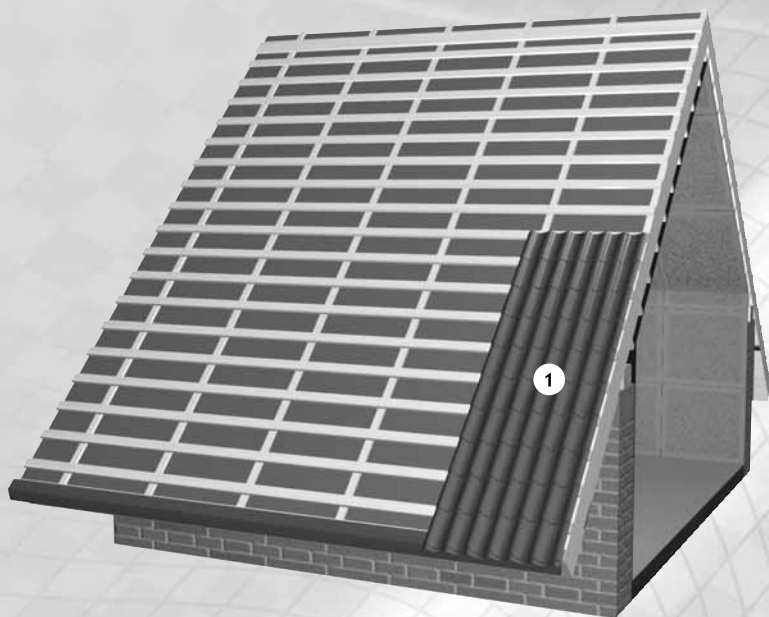

Рис. 19. Установка первого листа
1. Установить первый лист и прикрепить его одним самонарезающим винтом (рис. 19).